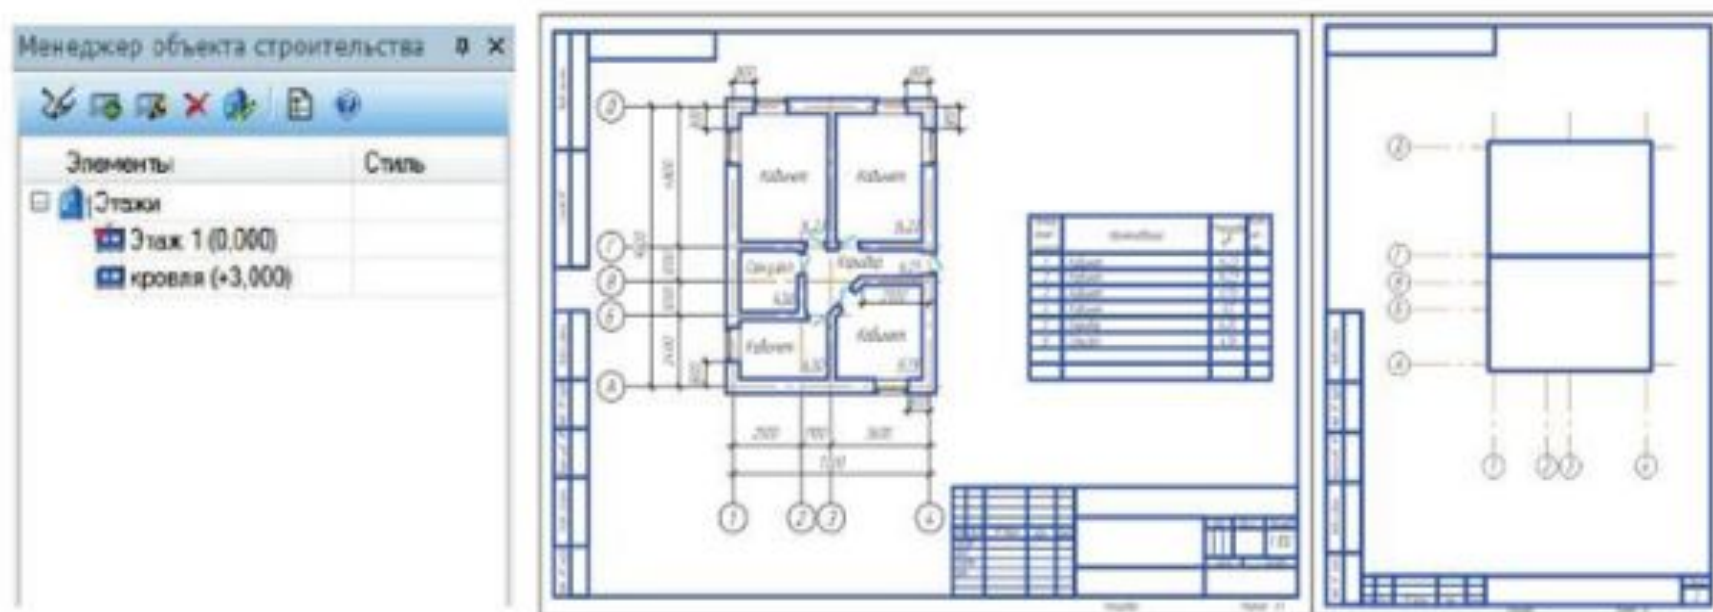

Рисунок 13.14 Настройка параметров первого этажа и кровли в Менеджере объекта строительства
1. Выберите последовательность *Библиотеки* → *Менеджер объекта строительства* → *Подключить Менеджер объекта строительства*. В открывшемся окне настройте параметры первого этажа и кровли: высотная отметка, высота этажа (рисунок 13.14).